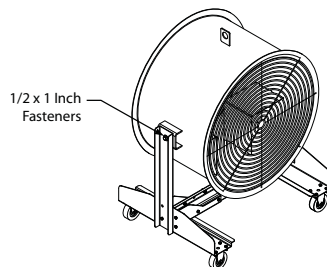

Figure 7 — Support sur roues représenté avec le canon à air industriel
- Aligner le carter du ventilateur dans la position de soufflage souhaitée et le fixer au support sur roues assemblé avec deux (2) boulons de 1/2 x 1 po. Voir la Figure 7. Serrer les boulons à un couple de 81 Nm (60 pi lbs).